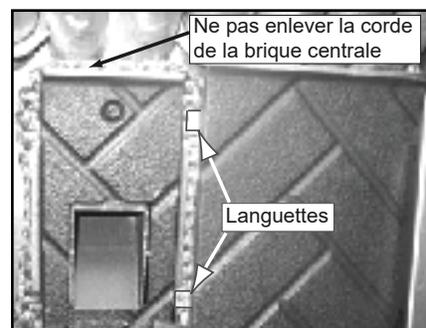

Figure 27.4
3. Réinstaller les briques dans l'ordre inverse veiller à ce que les briques sont alignés contre le mur arrière de la chambre de combustion (**Figure 27.4 et Figure 27.5**).